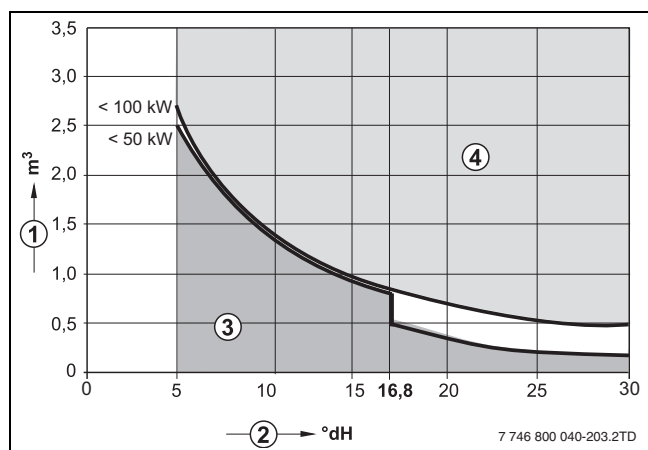

Bild 7 Anforderungen an Kessel-Füllwasser für Einzelkessel bis 100 kW
- Ausschließlich unbehandeltes Leitungswasser verwenden (Diagramm in Bild 7 dabei berücksichtigen). Grundwasser ist nicht gestattet.